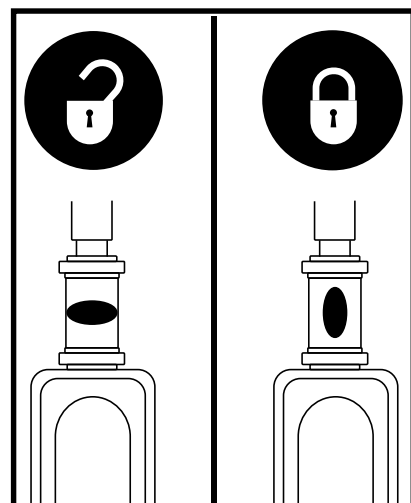

Figura 32. Bloccasterzo
2. Bloccare il manubrio in posizione dritta in avanti spingendo la manopola di blocco del manubrio e ruotandola in senso orario di 90°. **Vedere figura 32.** La ruota anteriore deve essere rivolta in avanti per bloccare il manubrio.
1. Estrarre la chiave dall'apposito interruttore e bloccare il manubrio in posizione dritta in avanti spingendo la manopola di blocco del manubrio e ruotandola in senso orario di 90°. **Vedere figura 32.** La ruota anteriore deve essere rivolta in avanti per bloccare il manubrio.
6. Sbloccare la ruota anteriore ruotando il manubrio di 90° in senso antiorario. **Vedere figura 32.**